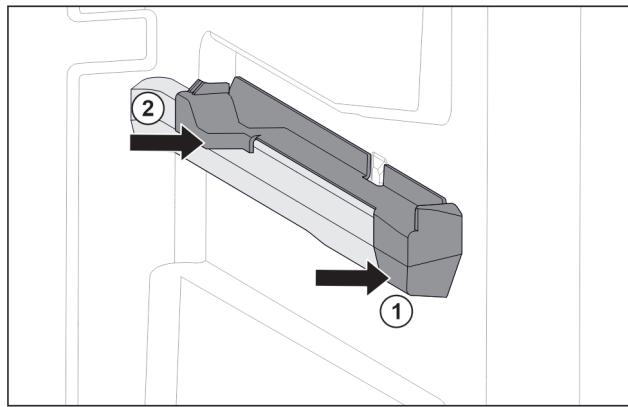

Fig. 76 Вставная часть на правом контейнерном ребре
- Наденьте вставную часть спереди на контейнерное ребро. Fig. 76 (1)
- Нажмите на вставную часть сзади. Fig. 76 (2)